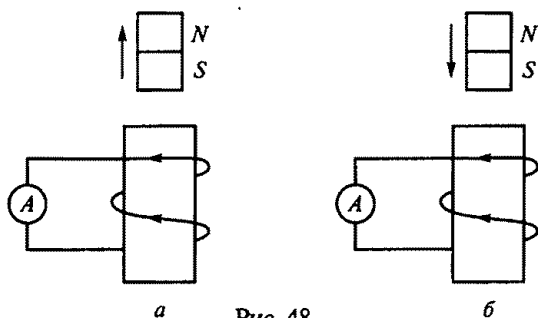

Рис. 48
2.21. Каково правильное направление перемещения постоянного магнита относительно катушки при заданном направлении индуцированного тока на рис. 48?
1. На рис. 48, а.
2. На рис. 48, б.